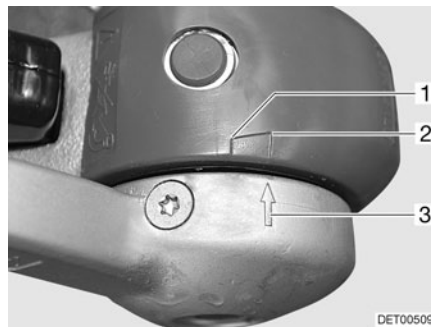

Fig. 172 Forros de fricción
- Cuando la flecha de la arandela de presión (Fig. 172,3) se encuentra delante o en la superficie de marcación (Fig. 172,2) los forros de fricción están todavía nuevos.
- Cuando la flecha de la arandela de presión se encuentra dentro de la superficie de marcación (Fig. 172,1 a 2), los forros de fricción están ligeramente desgastados.
- Cuando la flecha de la arandela de presión se encuentra al final de la superficie de marcación (Fig. 172,1) a la sobrepasa, los forros de fricción están desgastados.